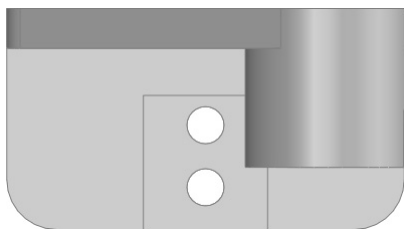

图 1-54 “上视图”选项效果
STEP 4 单击“视图定向”按钮, 在其下拉菜单中选择各个选项, 查看模型的变化效果, 图 1-54 所示为选择“上视图”选项时的效果。